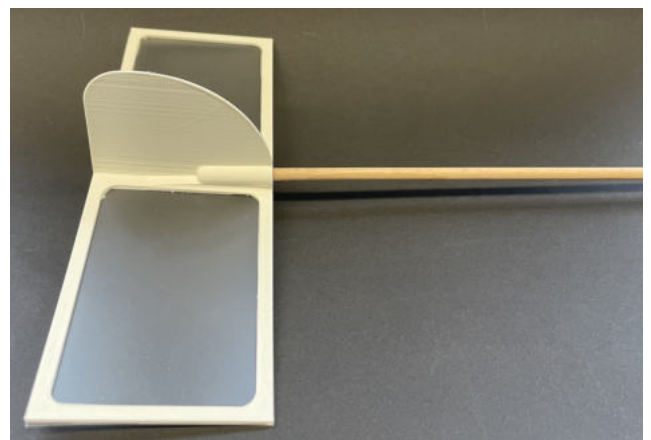

Abb. 5: Das Leitwerk wird mit dem 5mm Rundholz verbunden.
- (6) Schneide die überstehenden Stücke der Folie ab.
- (7) Stecke vorsichtig das 5mm Rundholz in das dafür vorgesehene Loch im Leitwerk (Abbildung 5).